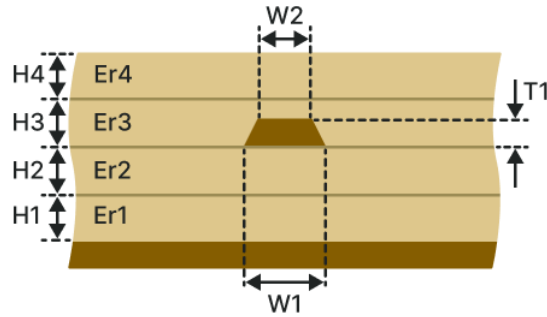

Рис. 139 Заглубленная ЛП (3-2H2B)
- Заглубленная ЛП (З-2Н2В), см. Рис. 139.